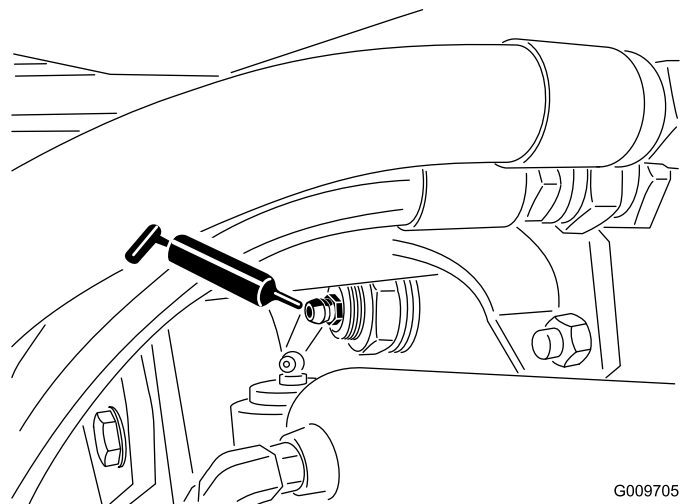

Figura 18
- Casquillos del pivote del eje trasero (2) (Figura 18)